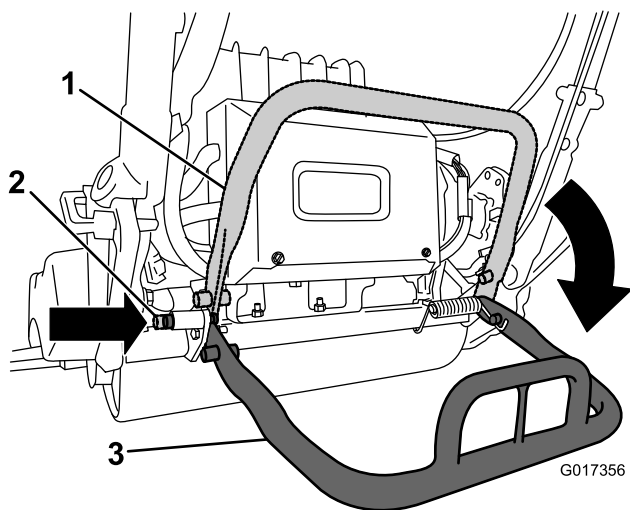

Figura 29
- Para utilizar el caballote mientras desmonta el molinete, bájelo e introduzca el pasador de bloqueo para bloquear el caballote en la posición de mantenimiento (Figura 29).